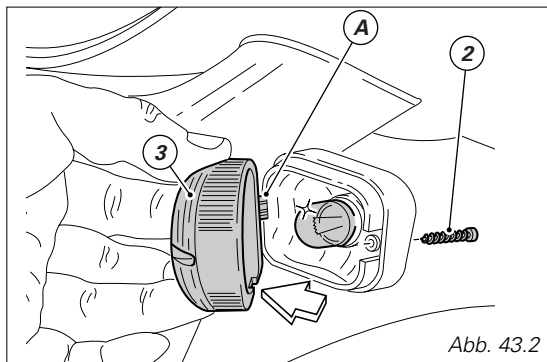

Abb. 43.2
Durch Lösen der Schraube (2, Abb. 43.2), den Napf (3) vom Blinkerhalter trennen. Die Glühbirne hat einen Bajonettenanschluss. Für ihre Entnahme, muss man sie in ihrem Sitz eindrücken und dabei gegen den Uhrzeigersinn herausdrehen. Ersetzen und die neue Glühbirne bis zum Einrasten in ihrem Sitz im Uhrzeigersinn eindrehen. Den Blinkernapf wieder durch Einführen des Zahns (A) in den dafür vorgesehenen Schlitz am Halter montieren. Die Schraube (2) erneut feststellen.